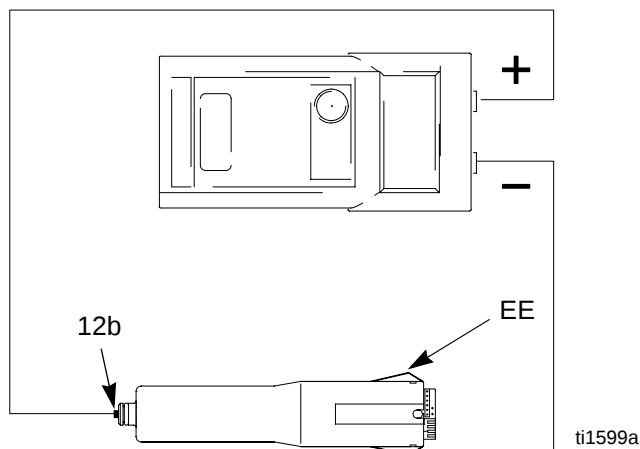

Fig. 16. Test av motståndet i kraftaggregatet
1. Ta bort kraftaggregatet (12), sidan 42.
2. Demontera turbingeneratoren (13) från kraftaggregatet, sidan 43.
3. Mät motståndet mellan kraftaggregatets jordskenor (EE) och fjädern (12b). Se Fig. 16.